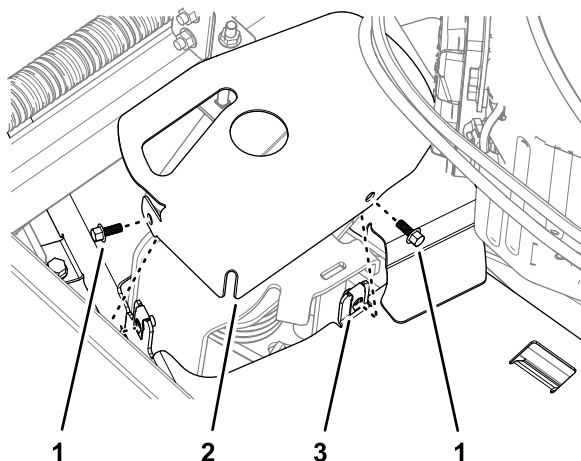

Figura 31
4. Montate la protezione del tendicinghia sul copricinghia sinistro con le 2 viti a testa flangiata rimosse in 3 Rimozione del copricinghia sinistro \(pagina 4\) come mostrato nella Figura 31.